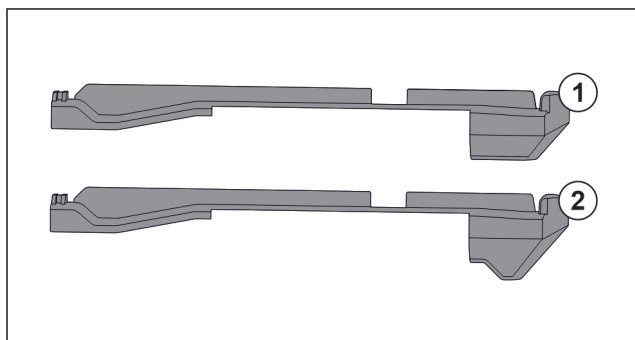

Fig. 78 Usporedba natičnih dijelova
U uređaju se nalaze dva različita natična dijela. Natični dio iznad najdonje ladice Fig. 78 (2) ima trokutasti rub. Svi drugi natični dijelovi Fig. 78 (1) imaju ravan rub.
- ▶ Postavite natični dio Fig. 78 (2) s trokutastim rubom iznad najdonje ladice.
- ▶ Postavite natični dio Fig. 78 (1) s ravnim rubom na svim drugim stranama.